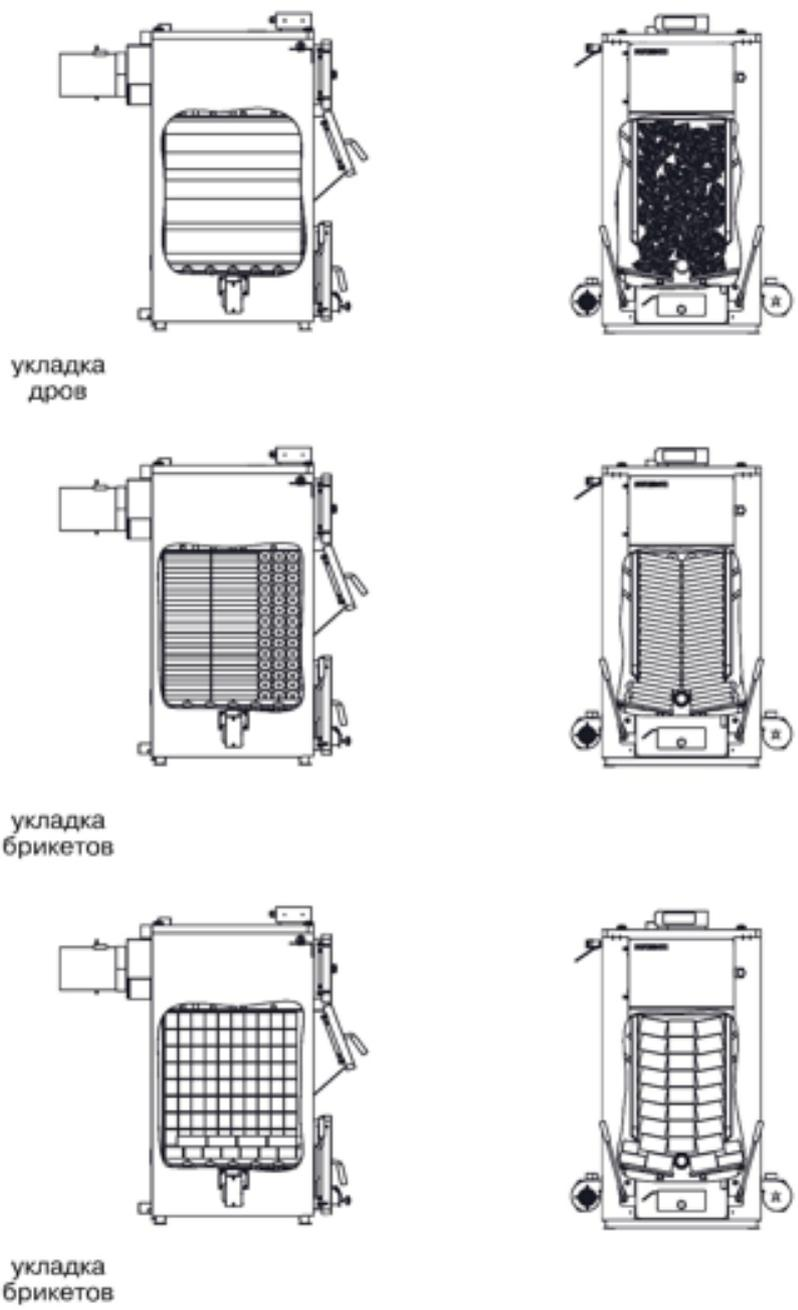

Рис. 8 – Варианты укладки топлива
- 8.18. Варианты укладки топлива. Ниже приведены варианты укладки топлива (см. рис. 8).